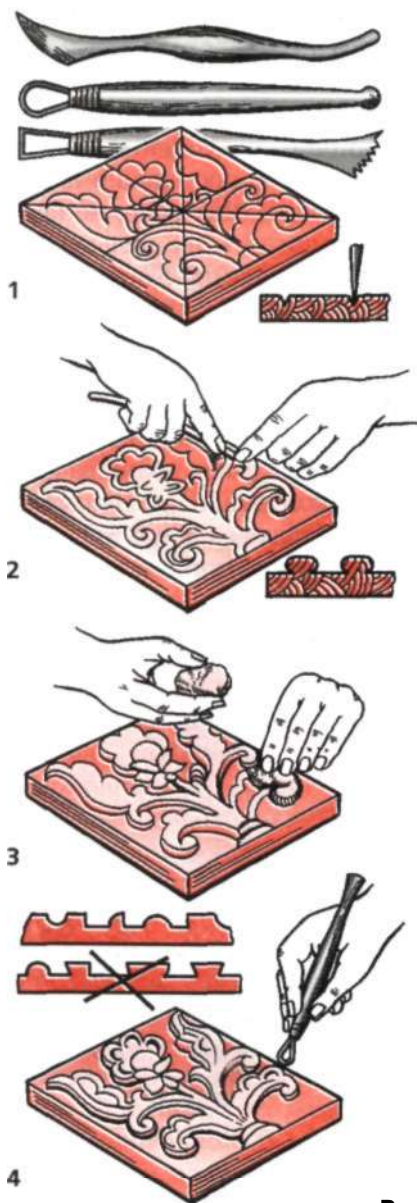

Рис. 35
**Изготовление гипсовой формы** (рис. 35, 36). Глиняную модель размещают в опалубке, изготов-